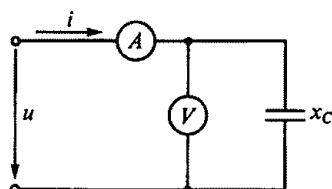

Рис. 94
3.48. Напряжение на зажимах цепи, показанной на рис. 94, $u = 100 \sin 314 t$. Каковы показания амперметра и вольтметра, если $x_C = 100 \text{ Ом}$?